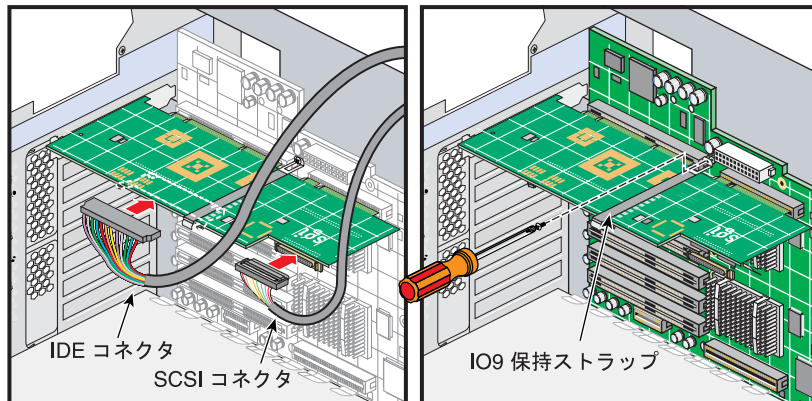

図 3-20 ケーブルと保持ストラップの接続
2. IO9 ボードに SCSI ケーブルと IDE ケーブルを接続します。ケーブルを接続するには、ケーブル・コネクタを IO9 ボードのソケットに合わせて差込みます。保持ストラップを IO9 ボードに取付けます (図 3-20 を参照)。